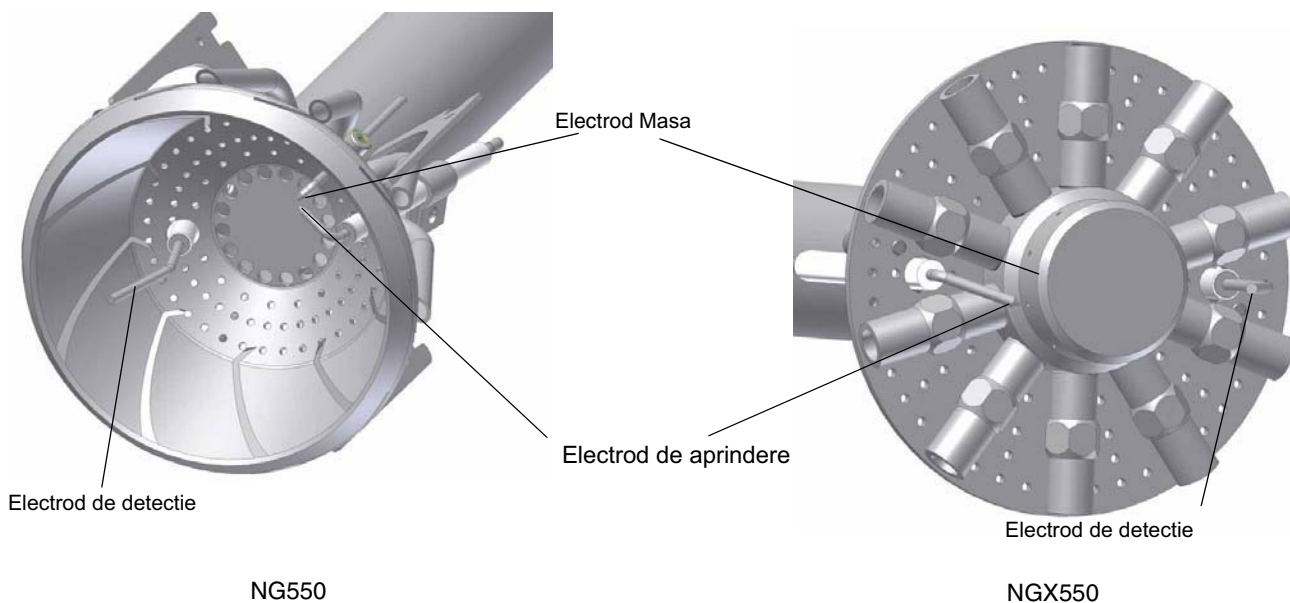
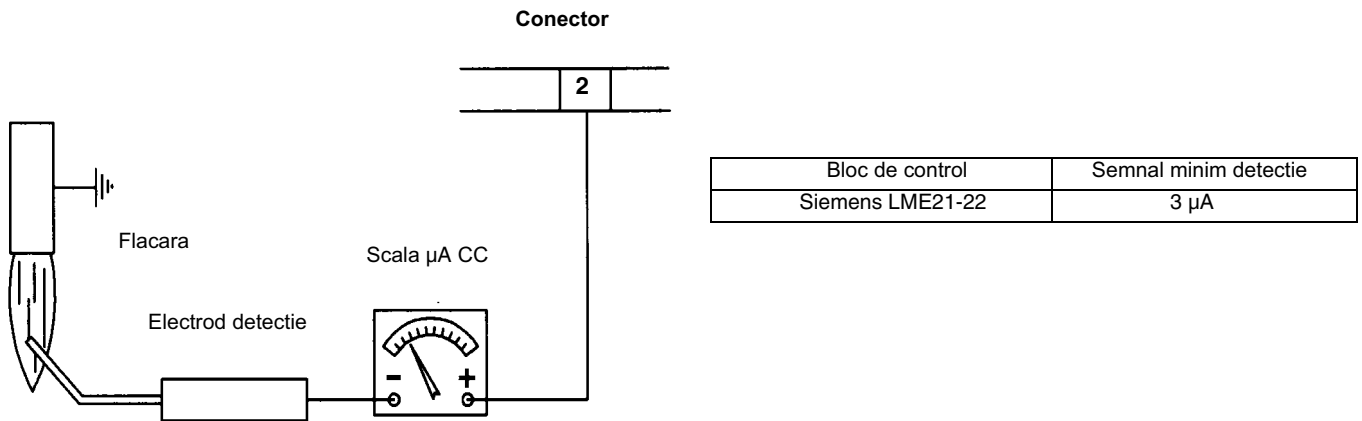

Fig. 47
Fig. 48
- Verificați electrozii de aprindere și detecție, care se curată și se reglează dacă este cazul (vezi Fig. 47). În caz de dubiu, verificați curentul de detecție corespunzător schemei din Fig. 48 ;
ATENTIE : Evitati ca electrozii de detectie si de aprindere sa se atinga de suprafete metalice (tun de ardere, cap, etc.), in caz contrar functionarea cazanului putand sa fie compromisa . Verificati pozitia electrozilor dupa fiecare interventie la capul de ardere . Jocul intre electrodul de aprindere si masa este de $4 \div 5 \text{ mm}$ (vezi Fig. 47).
Daca arzatorul se blocheaza , faceti urmatoarele operatiuni de inspectie : Pentru a masura semnalele de detectie (flacara) priviti la schema din Fig. 48 . Daca semnalul este mai mic decat valoarea data, verificati pozitia electrozului de detectie , contactele electrice si daca este nevoie, inlocuiti electrozului de detectie (vezi "Pozitionarea corecta a electrozilor" de la pag. 32) .